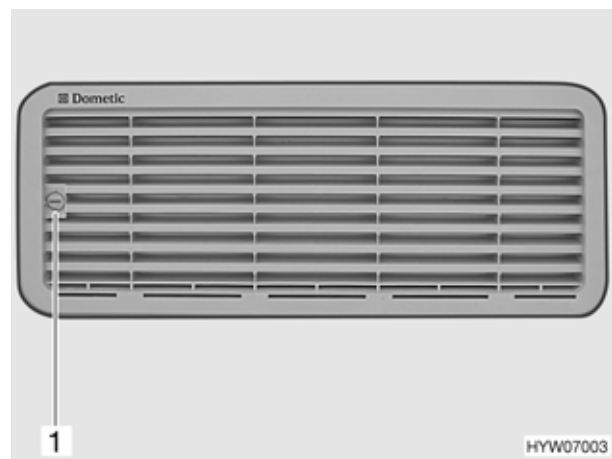

Bild 119 Kühlschrank-Lüftungsgitter (Variante 1)
- Schraube (Bild 119,1) mit Hilfe einer Münze eine viertel Umdrehung drehen.